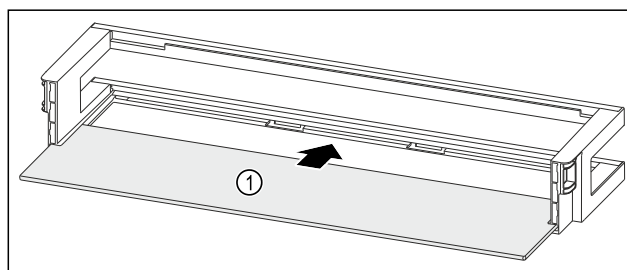

Fig. 244 Dvevní přihrádka s odkládací plochou
- ▶ Odkládací plochu Fig. 244 (1) zasuňte do bočních vybrání.